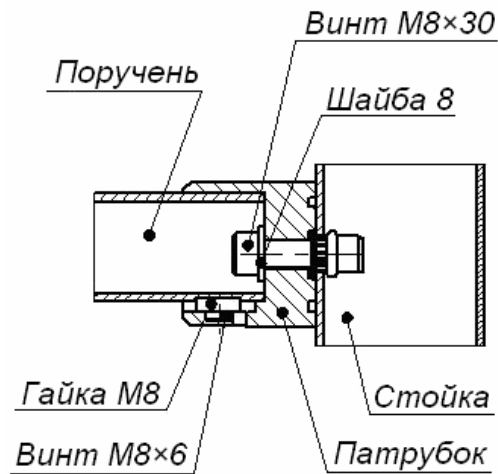

Рисунок 9. Схема крепления поручней к вертикальным стойкам с использованием прямого патрубка типа PERCo-BH02 0-10
2. На обеих стойках секции закрепите винтами М8×30 по два патрубка для крепления поручней (см. рис. 9, 10). Винты входят в комплект поставки патрубков.